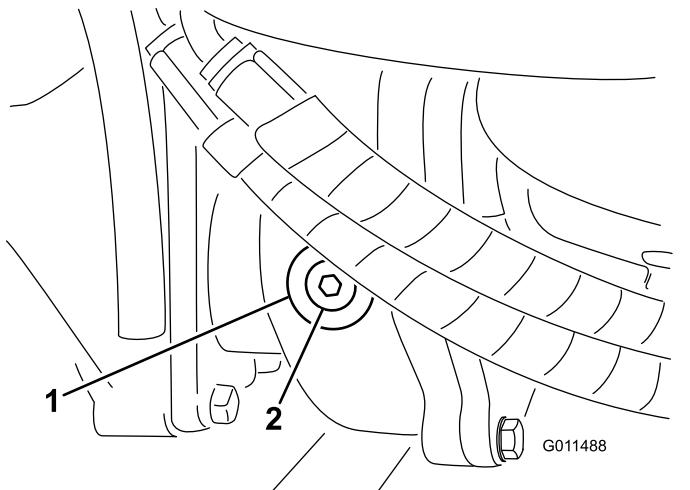

図 68
2. ギアボックスの左側から点検・補給用プラグを抜き、穴の高さまで潤滑油があることを確認する図 68。